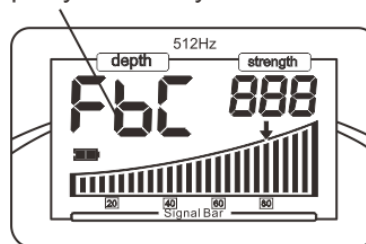

Figure 16
- Depth Cursor: Affichage 3 chiffres. Affichage normal "FbC" (abréviation de Forbest Company, voir Figure 16). En mesurant la profondeur, elle s'affichera pendant 5 secondes.